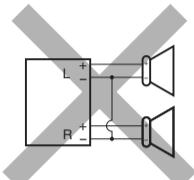
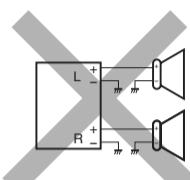
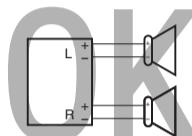

Fig. 1
Fig. 2
Fig. 3
- If the speaker wiring in your car is as illustrated in Fig. 1 and Fig. 2 below, DO NOT connect the unit using that original speaker wiring. If you do, the unit will be seriously damaged. Redo the speaker wiring so that you can connect the unit to the speakers as illustrated in Fig. 3.
- If the speaker wiring in your car is as illustrated in Fig. 3, you can connect the unit using the original speaker wiring in your car.
- Si el conexionado de altavoz de su automóvil es como se indica en las Figs. 1 y 2 de abajo, NO conecte la unidad utilizando ese conexionado de altavoz original. Si lo hace, se producirán daños graves en la unidad. Vuelva a efectuar el conexionado de altavoz de manera que pueda conectar la unidad a los altavoces de la manera indicada en la Fig. 3.
- Si el conexionado de altavoz de su automóvil es como se indica en la Fig. 3, podrá conectar la unidad utilizando el conexionado de altavoz original de su automóvil.
- Si le câblage des enceintes de votre voiture est réalisé comme montré sur la Fig. 1 ou Fig. 2 ci-dessous, NE CONNECTEZ PAS l'appareil en utilisant ce câblage original d'enceintes. Si vous le faites, l'appareil sera sérieusement endommagé. Recommez le câblage des enceintes de façon que vous puissiez connecter l'appareil aux enceintes comme montré sur la Fig. 3.
- Si le câblage des enceintes de votre voiture est comme montré sur la Fig. 3, vous pouvez connecter l'appareil en utilisant ce câblage original d'enceintes pour votre voiture.